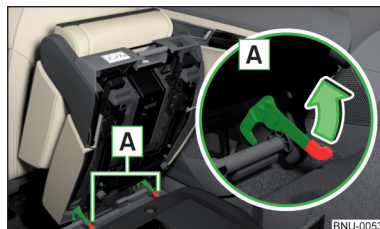

Fig. 94
- Verrouillez le siège à l'extrémité du guidage en appuyant sur les verrous du siège **A** dans le sens de la flèche » fig. 94.
- Si le siège est démonté, posez-le d'abord sur le guidage et verrouillez-le avec les verrouillages de siège **A** » fig. 94 à la page 94. Assurez-vous que le siège est correctement verrouillé en le tirant vers le haut.